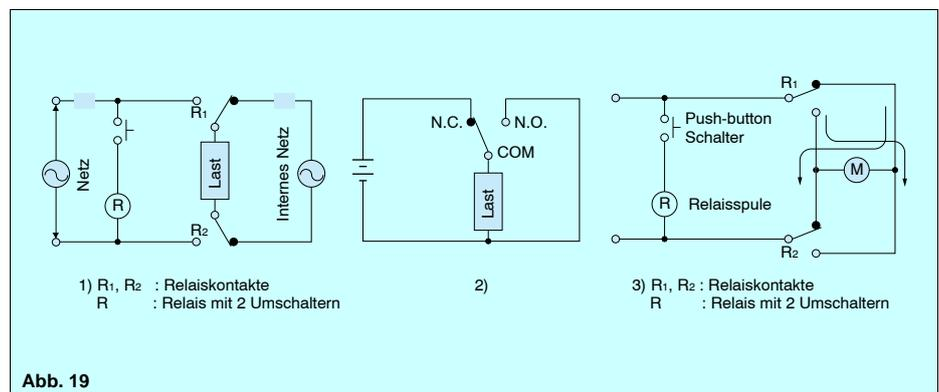

Abb. 19
• Vermeidung von Kurzschlüssen zwischen Arbeits- und Ruhekontakten (Abb. 19)